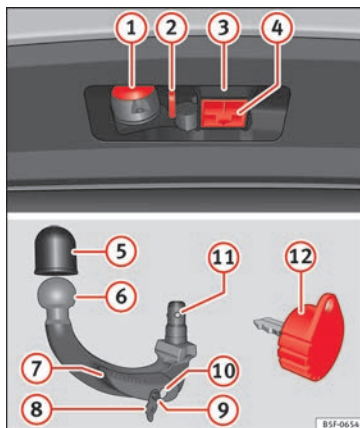

Fig. 208 Support du dispositif d'attelage pour remorque/boule amovible/clé
Légende de la » » fig. 208
- Retirez le cache du logement du crochet (4) »» fig. 208 vers le bas.